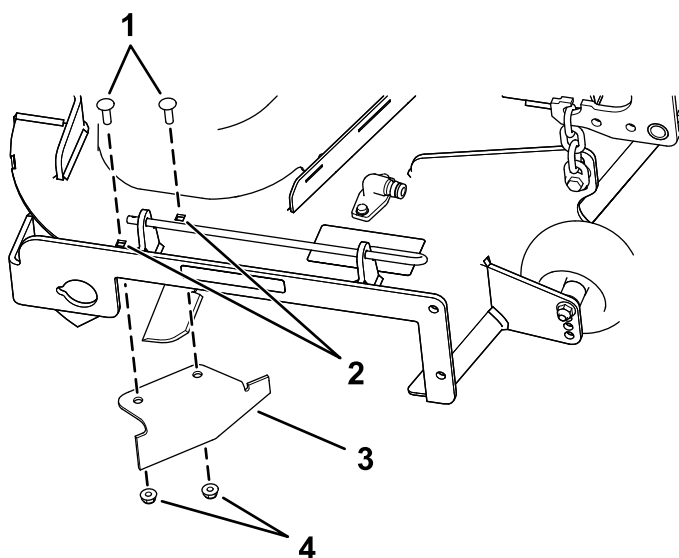

Figura 31
9. Individuate il deflettore di scarico nel sacchetto delle parti sciolte e rimuovete gli elementi di fissaggio dai fori posteriori della piastra di scarico (Figura 31).